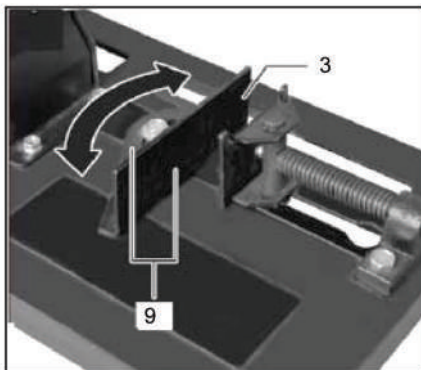

Рис.4
Для регулировки угла реза заготовки в горизонтальной плоскости ослабьте винты крепления (9) упора (3) (рис.4). Установите упор по шкале на необходимый угол реза и зафиксируйте болты упора. Упор регулируется на угол от 0° до 45°.